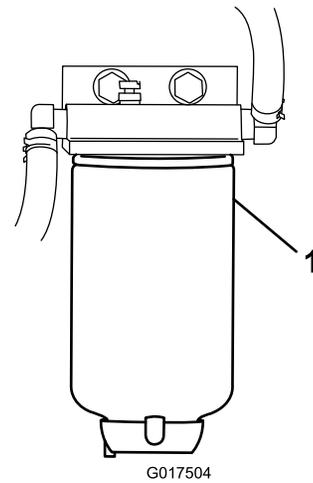

Рисунок 35
4. Отверните топливный фильтр с кронштейна (Рисунок 35).